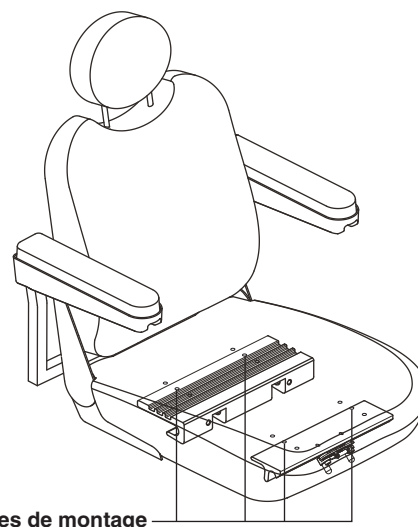

Figure 14. Position du siège
6. Repositionnez les montants dans un ensemble différent d'orifices de montage. Vous devez régler les montants en ayant un nombre identique d'orifices devant et derrière la fixation sur chaque montant. **Voir la figure 14.**